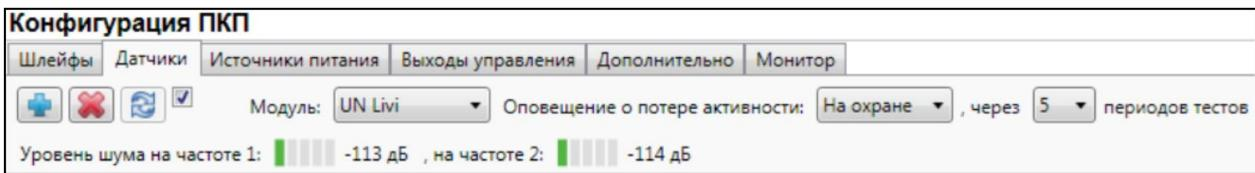

Рис. 5.27. Вкладка датчики (основные параметры работы радиоустройств *Livi*)
В верхней части вкладки *Датчики* (Рис. 5.27) осуществляется выбор радиосистемы с помощью раскрывающегося списка *Модуль*. В списке выберите модуль *UN Livi* и дождитесь, пока программа *Конфигуратор Профессионал* запишет модуль расширения в конфигурацию контроллера.
Далее верхней части вкладки *Датчики* (Рис. 5.27) задайте следующие параметры работы радиоустройств Livi:
1. На вкладке *Датчики* нажмите кнопку  (см. Рис. 5.27).